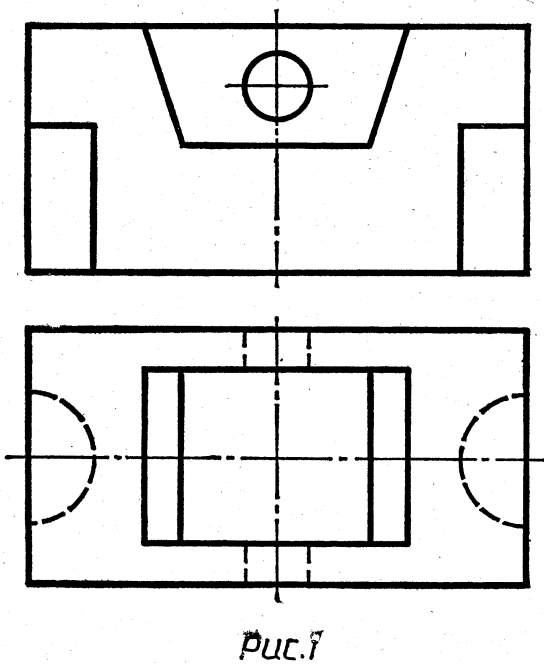

Рис.1
1. За аксонометричними зображеннями виконати ескізи деталей, застосувавши необхідні перетини (рис. 1).
3. За аксонометричним зображенням виконати ескіз деталі, застосувавши накладений перетин (рис. 1).
12. За фігурі перетину, що входить в розріз, і винесеному перетину (рис. 1) виконайте ескіз деталі, з'єднавши половину виду із половиною розрізу.